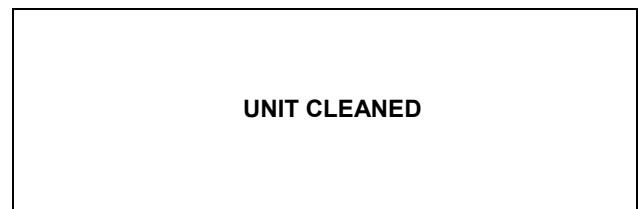

Figura 11
Quando a chave de força estiver na posição ligada (ON), as teclas do painel de controle entrarão em operação. O display fluorescente ficará em branco ou indicará que a unidade foi limpa. (Veja a Figura 11.)